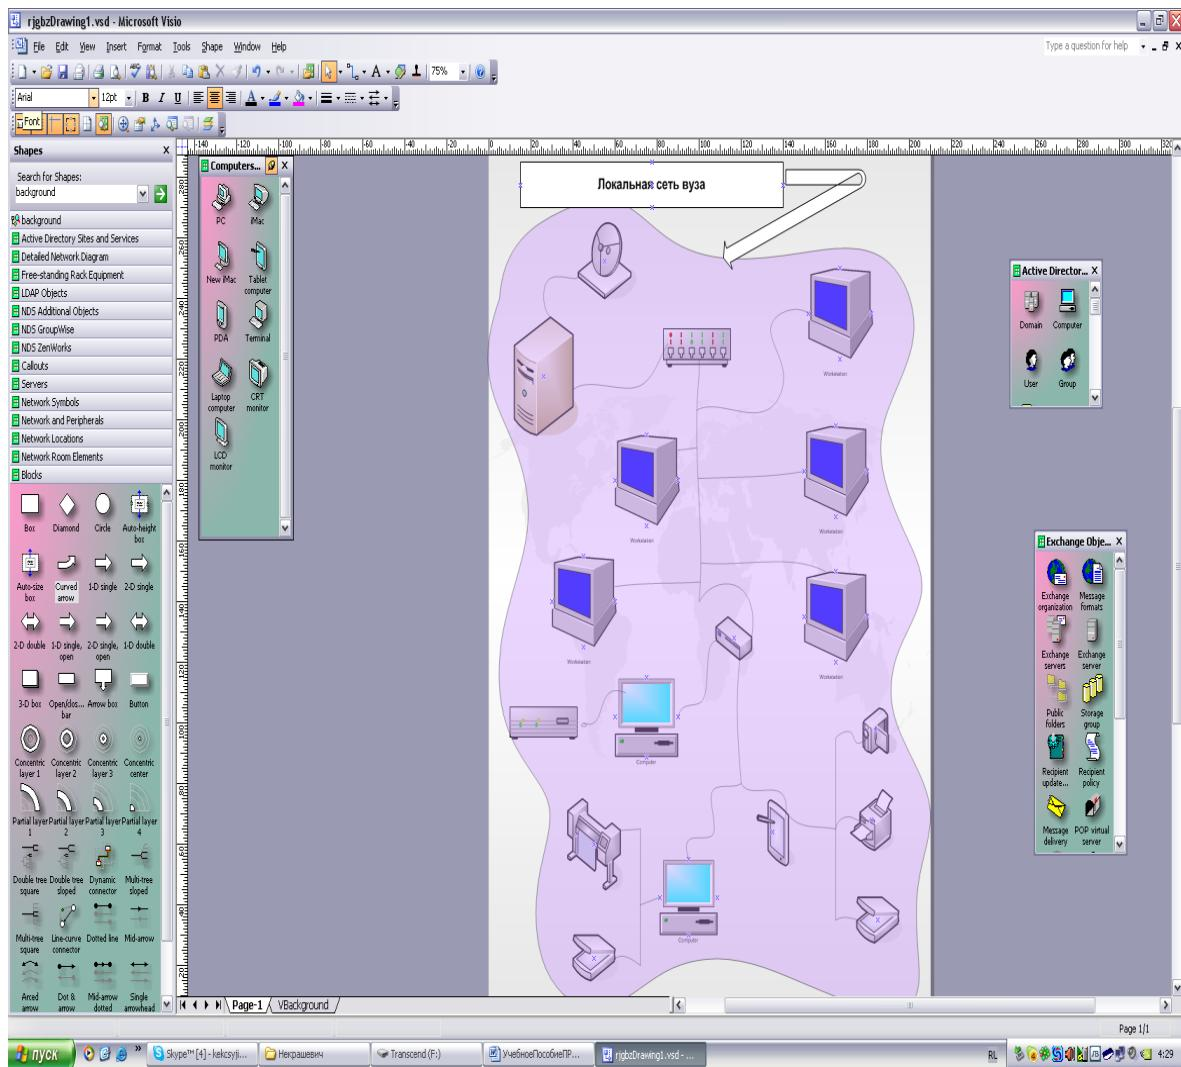

Рис.53. Образец рисунка в MS Visio.
Фигуры – это основа диаграмм. Первое, что обычно делают при создании рисунка, - размещают на листе фигуры. Уже потом их соединяют линиями, добавляют текст и прочие элементы оформления. Добавляют фигуры перетаскиванием в рабочую область рисунка. В рабочую область можно перетянуть сколько угодно фигур – их образец все равно останется на панели групп. Можно также в рабочей области разместить несколько панелей групп фигур, как это показано на рис. 53. Панели групп фигур (шнейпов) открываются через команды: **File – Shapes** (Файл – Фигуры) или на
4. Создать рисунок по образцу, приведенному ниже (рис. 53).
6. Измените размеры фигур с помощью манипуляторов, измените форму двумерной фигуры (рис. 53, 55), используя желтые маркеры. Шейп **1-D single** из документа удалить.
13. Щелкните на кнопке **Text Tool**  на стандартной панели инструментов (для отключения и включения инструментов из этой группы используйте кнопку ). Перетягните указатель мыши, расширяя тем самым текстовый блок до необходимых размеров. Введите текст “Локальная сеть вуза” (рис. 53). Отформатируйте текст, используя панель инструментов форматирования: